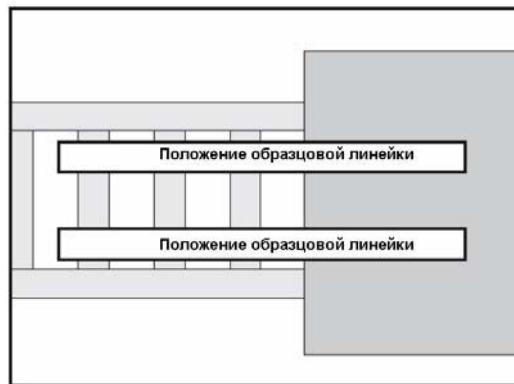

Рис. 19. Использование образцовой линейки для проверки и выставки обеих сторон рольганга рабочего стола
5. Осуществите тонкую регулировку высоты опор рольгангов проверкой и регулировкой положения каждой из сторон рольганга, как показано на рис. 19, так чтобы все стороны столов рольганга стали вровень с плоскостью рабочего стола.